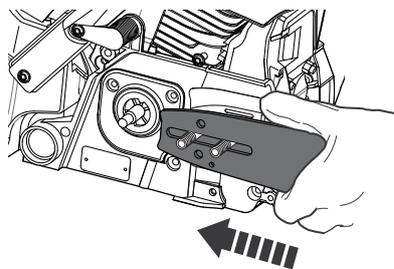

Fig. 4
- > Placer l'encoche dans la barre de guidage (4) au-dessus des boulons (19). Pousser la barre de guidage (4) vers la gauche et le pignon de renvoi (22) (derrière l'embrayage (21)) (Fig. 4).